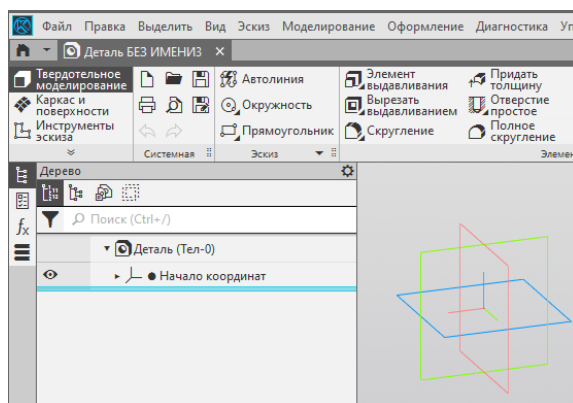

Рисунок 9.2 - Интерфейс системы в документе Деталь
- система откроет файл для создания модели, сборки (см. рисунок 9.2).